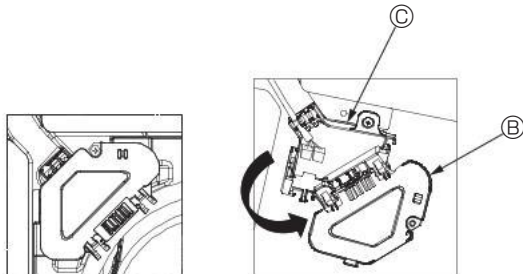

Fig. 7-5
③ Αφαιρέστε τη μία βίδα που στερεώνει το κάλυμμα του πίνακα σύνδεσης και, στη συνέχεια, ανοίξτε το κάλυμμα. (Fig. 7-5)
④ Τοποθετήστε το συνδετικό σύρματος διακλάδωσης στον πίνακα σύνδεσης.
⑤ Εγκαταστήστε το κάλυμμα συρμάτων και το κάλυμμα του πίνακα σύνδεσης.